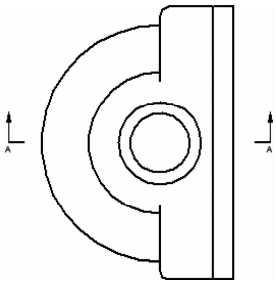

图 9-174 定义视图方向
(3) 定义视图方向。在剖切线正上方单击，完成视图方向的定义，如图 9-174 所示。